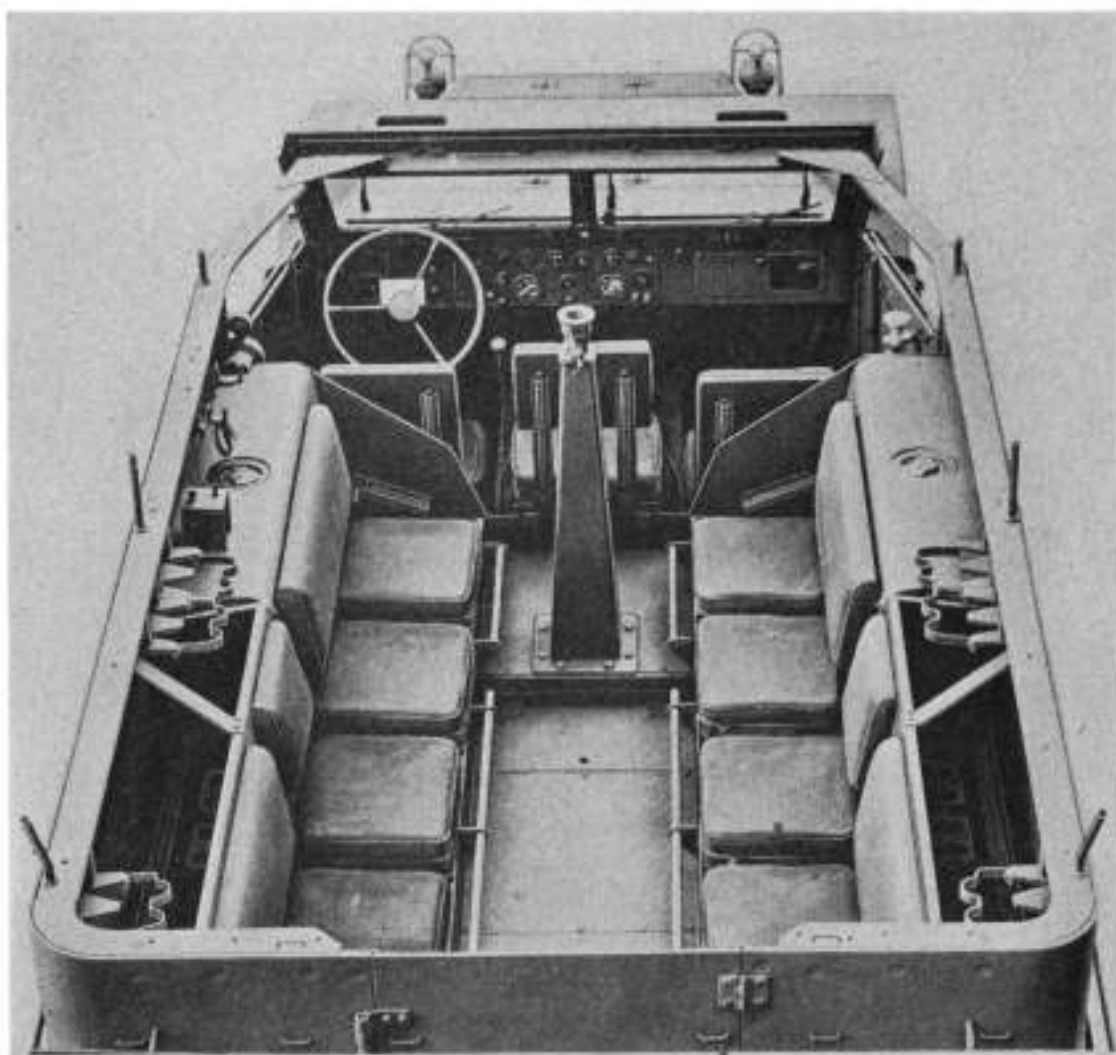

FIGURE 1. Autochenille de transport de personnel M5 vue du dessus.
*b. Autochenille de transport de personnel M5.*—Ce véhicule est reproduit aux figures 1, 2 et 3. Il est caractérisé par la disposition des sièges pour un équipage de 13 hommes, par un affût sur piédestal, ainsi que par la présence d'une porte arrière. Il comporte trois sièges de conducteur et dix autres sièges disposés en deux rangées, de 5 sièges chacune, placées dans le sens de la longueur.